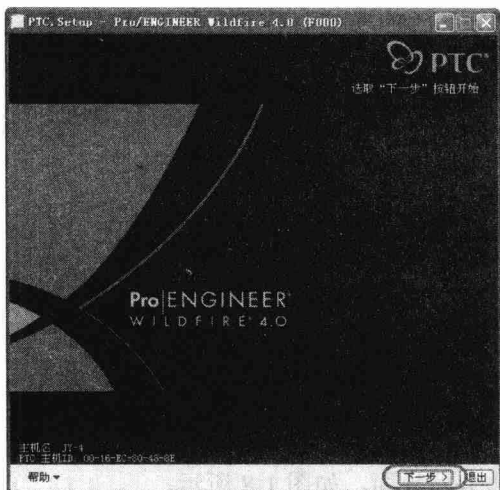

图 1-2 接受许可证协议界面 (一)
(1) 读取完安装欢迎界面程序后, 单击 **下一步 >** 按钮进入接受许可证协议界面 (一), 如图 1-2 所示。